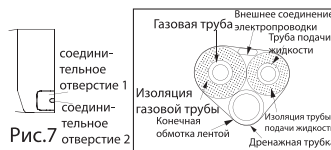

Рис. 7
1. При прокладке труб и электропроводки с левой или с правой стороны внутреннего блока при необходимости вырежьте в опорах соединительные отверстия (см. рис. 7)